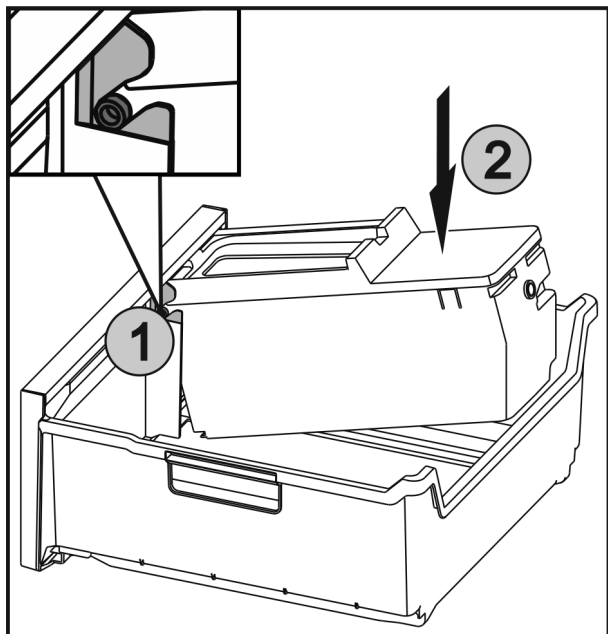

Fig. 42
- ▶ Osie Fig. 42 (1) na EasyTwist-Ice wsunąć w prowadnicę, a tylną stronę wcisnąć, Fig. 42 (2) aż nakładka się zażębi.